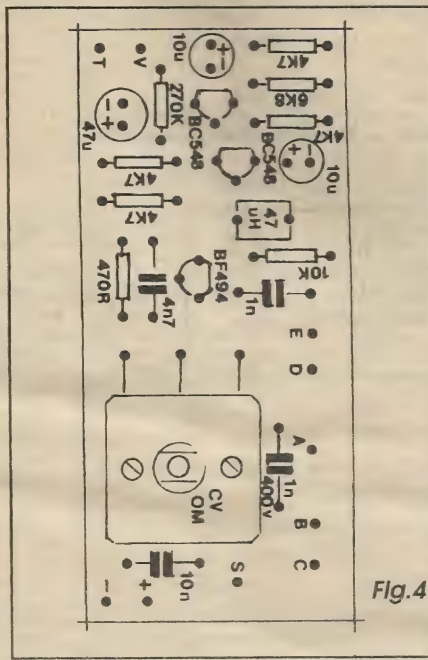

Fig. 4
- FIG. 4 - CHAPEADO DA MONTAGEM - Aqui em APE chamamos de *chapeado* à vista da face não cobreada da placa do impresso, já com a maioria dos componentes colocados, identificados pelos seus códigos, valores, polaridades, etc. Trata-se de uma norma de informação visual já mais do que aprovada por todos os leitores/hobbistas, e que facilita muito a montagem (mesmo para os iniciantes...). Observar a orientação obrigatória dos componentes polarizados, como os transistores (cuja referência posicional é dada pelo seu lado *chato*...) e os capacitores eletrolíticos (polaridade dos terminais marcada sobre o próprio *corpo* dos componentes, além da referência da *perna positiva* ser a *mais longa*...). Atenção aos valores de resistores e capacitores, recorrendo eventualmente ao TABELÃO APE, se persistirem dúvidas quanto a tais interpretações... Quanto ao capacitor variável para O.M., seus três terminais deverão receber pequenos prolon-